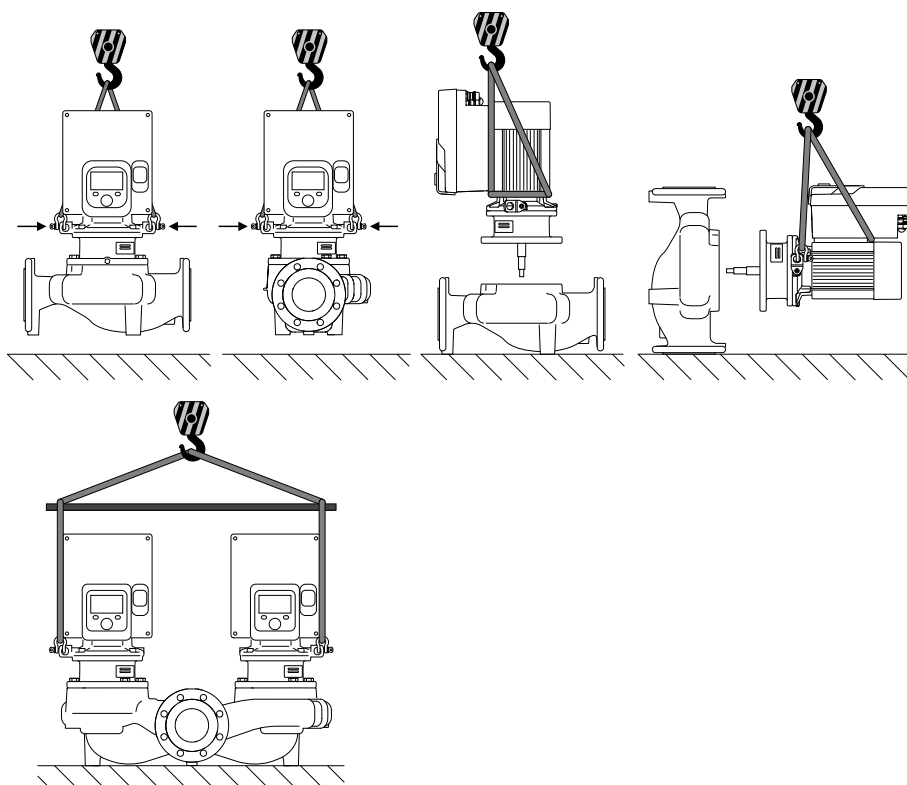

Fig. 6: Direzione di sollevamento
Il trasporto della pompa deve essere eseguito mediante mezzi di sollevamento e movimentazione di carichi omologati (puleggia, gru ecc.). I mezzi di sollevamento e movimentazione di carichi devono essere fissati sugli occhioni di trasporto previsti sulla flangia motore. Se necessario, far scorrere gli anelli di sollevamento sotto la piastra di adattamento (Fig. 6).
1. Non rimuovere i due occhioni di trasporto (Fig. I, pos. 30) sulla flangia motore.
2. Per sicurezza, fissare il set di innesto (Fig. 4) agli occhioni di trasporto servendosi di mezzi di sollevamento adeguati. Per evitare che l'unità si ribalti, prevedere una cintura attorno al motore e all'adattatore del modulo elettronico, come illustrato nella Fig. 6. Evitare di danneggiare il modulo elettronico durante il fissaggio.
3. Allentare e rimuovere le viti (Fig. I/II/III/IV, pos. 29).